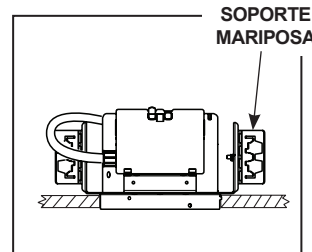

Figura 2
**Paso 1.** Instale la carcasa en el agujero del techo insertando EMT de 1/2", 3/4" o Canal-C de 1-1/2", barras lineales planas o colgantes de barra Real Nail 3 en los soportes de montaje de tipo mariposa (Figura 2).